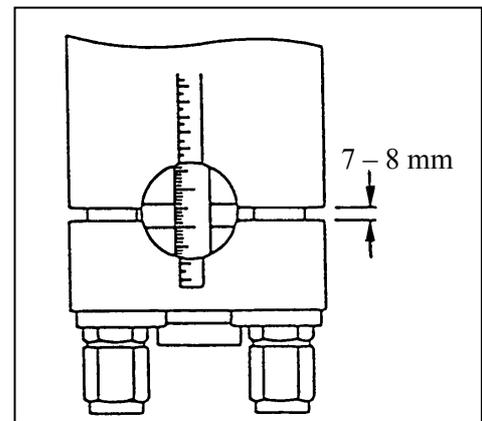

Fig.17
21. Certifique-se que a folga existente entre o cilindro e a tampa está entre os 7 e 8 mm. Veja a Fig. 17. Se a folga for superior a estes dois valores, verifique se anilha, a cavilha ou os espaçadores estão montados correctamente.